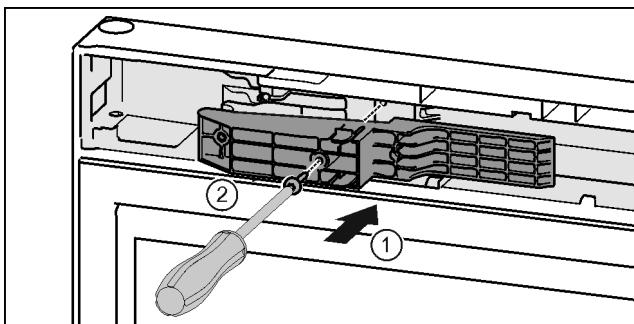

Fig. 48 *
- Вставьте деталь адаптера в выемку на стороне ручки. Fig. 48 (1)*
- Затяните винты отверткой T15. Fig. 48 (2)*